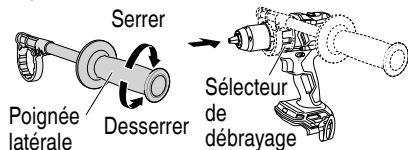

Fig. 11
2. Installation/retrait de la poignée latérale. (Fig. 11)